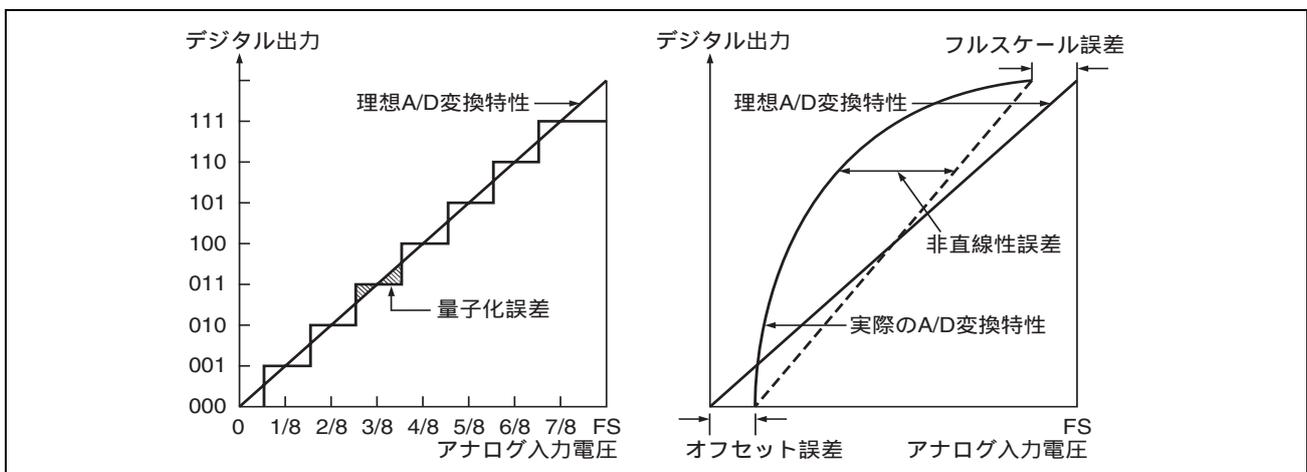

図 18.10 A/D 変換精度の定義
- ・ オフセット誤差 デジタル出力が最小電圧値 0000000000 から 0000000001 に変化するときのアナログ入力電圧値の理想 A/D 変換特性からの偏差。ただし、量子化誤差を含まない (図 18.10)。
- ・ フルスケール誤差 デジタル出力が 1111111110 から 1111111111 に変化するときのアナログ入力電圧値の理想 A/D 変換特性からの偏差。ただし、量子化誤差を含まない (図 18.10)。
- ・ 量子化誤差 A/D 変換器が本質的に有する誤差であり、 $1/2\text{LSB}$ で与えられる (図 18.10)。